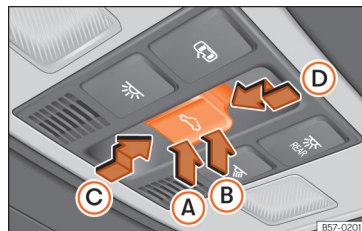

Abb. 93 Im Dachhimmel: Taste des Glasdachs.
Die Taste  **Abb. 93** hat zwei Stufen. In der ersten Stufe kann das Glasdach ausgestellt sowie ganz oder teilweise geöffnet oder geschlossen werden.
- **Glasdach:** 5 Sekunden ab der Aktivierung des Einklemmschutzes verstreichen, drücken Sie die Taste ⬅ » Abb. 93 bis zur zweiten Stufe in Pfeilrichtung » Abb. 93 ⓐ bis das Dach vollständig schließt.